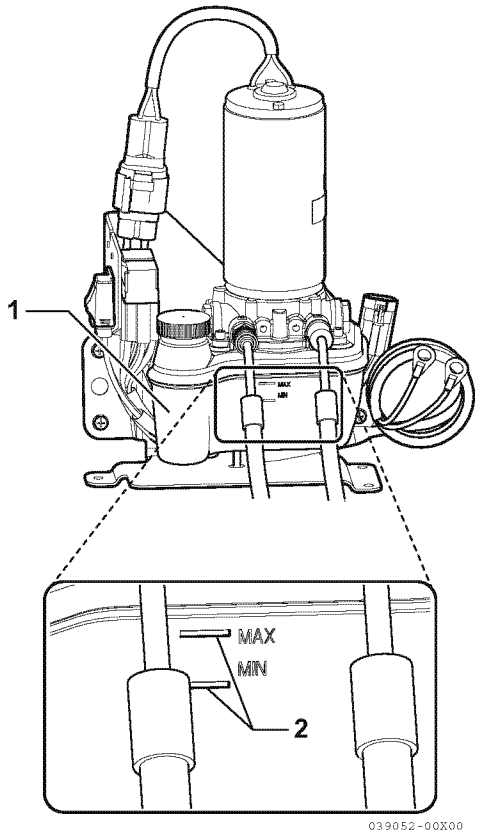

Figura 4
2. Observe el nivel de aceite del depósito. Se debe mantener el nivel de aceite entre las líneas de MIN y MAX (2, **Figura 4**) del depósito (1, **Figura 4**).